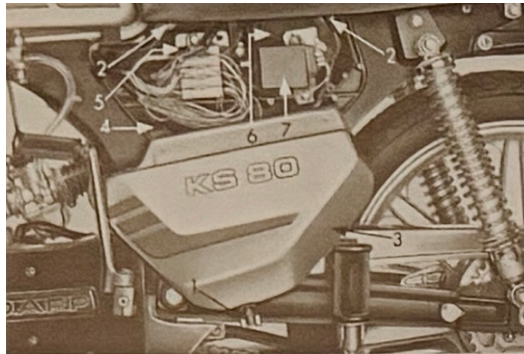

Bild 4
**Werkzeug, Zündbox, elektronischer Ladesatz mit Sicherung und Batterie, Impulsgeber, Luftpumpe (Bild 4)**